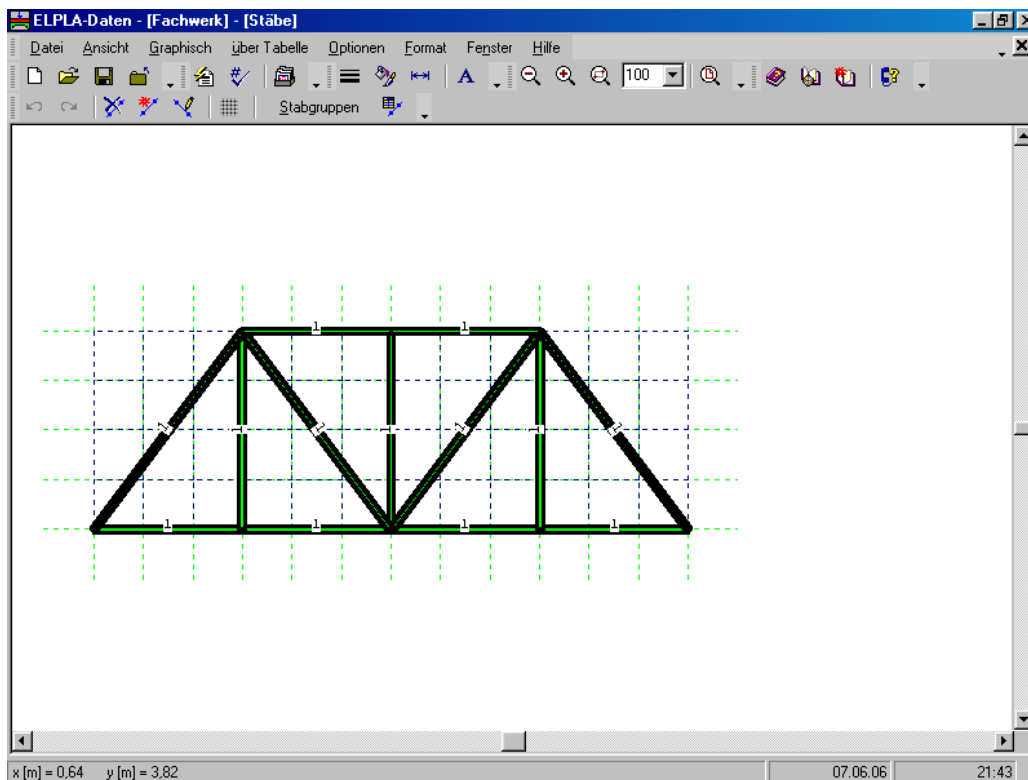

Bild 6-17 Fachwerk auf dem Bildschirm
Wiederholen Sie die vorherigen Schritte, um die übrigen Stäbe im Netz einzufügen. Nachdem Sie die Definition aller Stäbe beendet haben, sollte der Bildschirm wie das folgende Bild 6-17 aussehen.
- Wählen Sie "Stäbe speichern" aus dem "Datei"-Menü im Bild 6-17, um die Daten der Stäbe zu speichern
- Wählen Sie "Stäbe schließen" aus dem "Datei"-Menü im Bild 6-17, um das eingebettete Programm "Stäbe" zu schließen und zum Hauptfenster des Programms *ELPLA-Daten* zurückzukehren